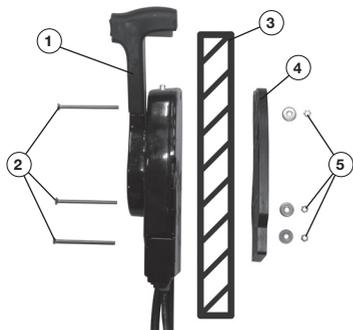

Рис. 16 Крепление блока дистанционного управления
- Установите рычаг управления в нейтральное положение (Рис. 16).
Закрепите блок дистанционного управления на борту лодки. Просверлите в борту лодки выше ватерлинии три отверстия, используя как шаблон отверстия в крепежной пластине 4. Совместите отверстия в корпусе блока 1, борту 3 лодки и крепежной пластине 4, вставьте в отверстия винты 2, установите шайбы и закрутите гайки 5 (Рис. 16).